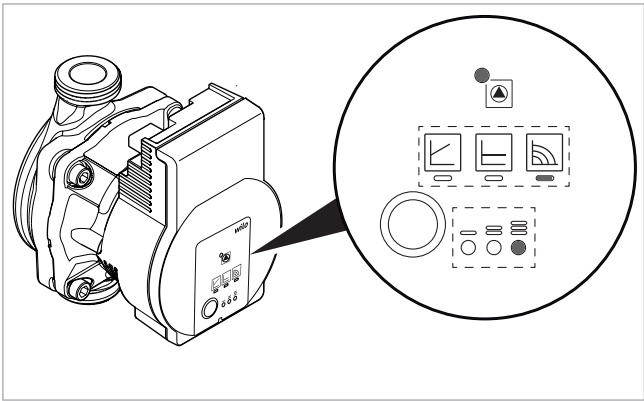

Fig. 122: Configuración básica (revoluciones constantes, curva característica III)
** Con la 9.ª pulsación del botón se vuelve a la configuración básica (revoluciones constantes/curva característica III, véase → fig. 122).